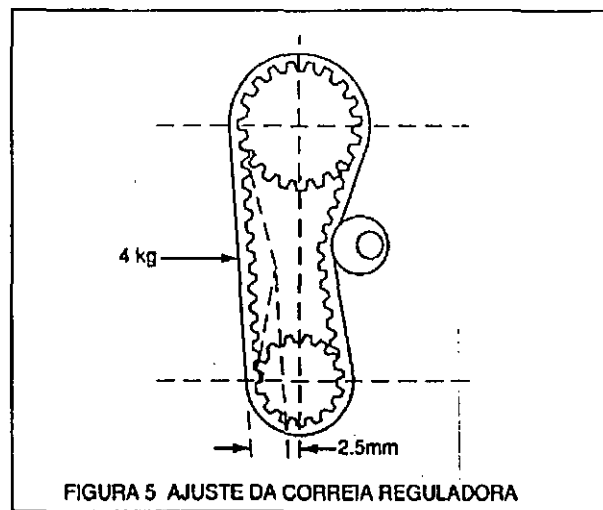

FIGURA 5 AJUSTE DA CORREIA REGULADORA
A extremidade do macho da rosca TEM de estar pelo menos 14mm acima do bloco de ensaio para permitir o curso da engrenagem de inversão da cabeça do macho da rosca. Regule o espaço entre (2) e (1), Figura 5, de forma a ficar igual à profundidade da abertura de rosca MAIS a distância a que o macho de rosca está acima da peça a ser trabalhada.